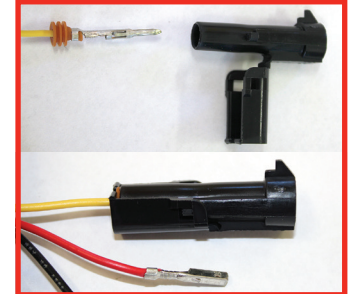

Fig. 7
5. Insérer le troisième fil du faisceau du boîtier à fusibles dans le petit trou du connecteur 1 broche. Le joint hydraulique doit être parfaitement assis dans le connecteur. Cf. Fig. 7. Pivoter le dispositif de blocage du connecteur pour enclencher la borne.